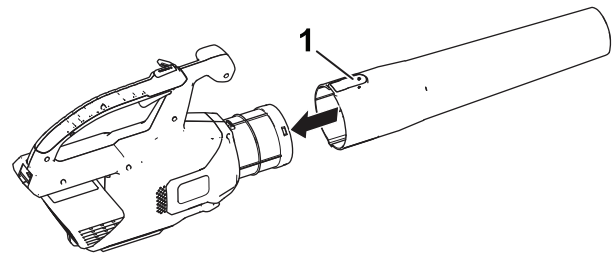

Figure 2
1. Glissez le tube du souffleur sur le carter du souffleur. Vous devrez éventuellement appuyer sur la languette du tube de souffleur pour le bloquer en position (Figure 2).